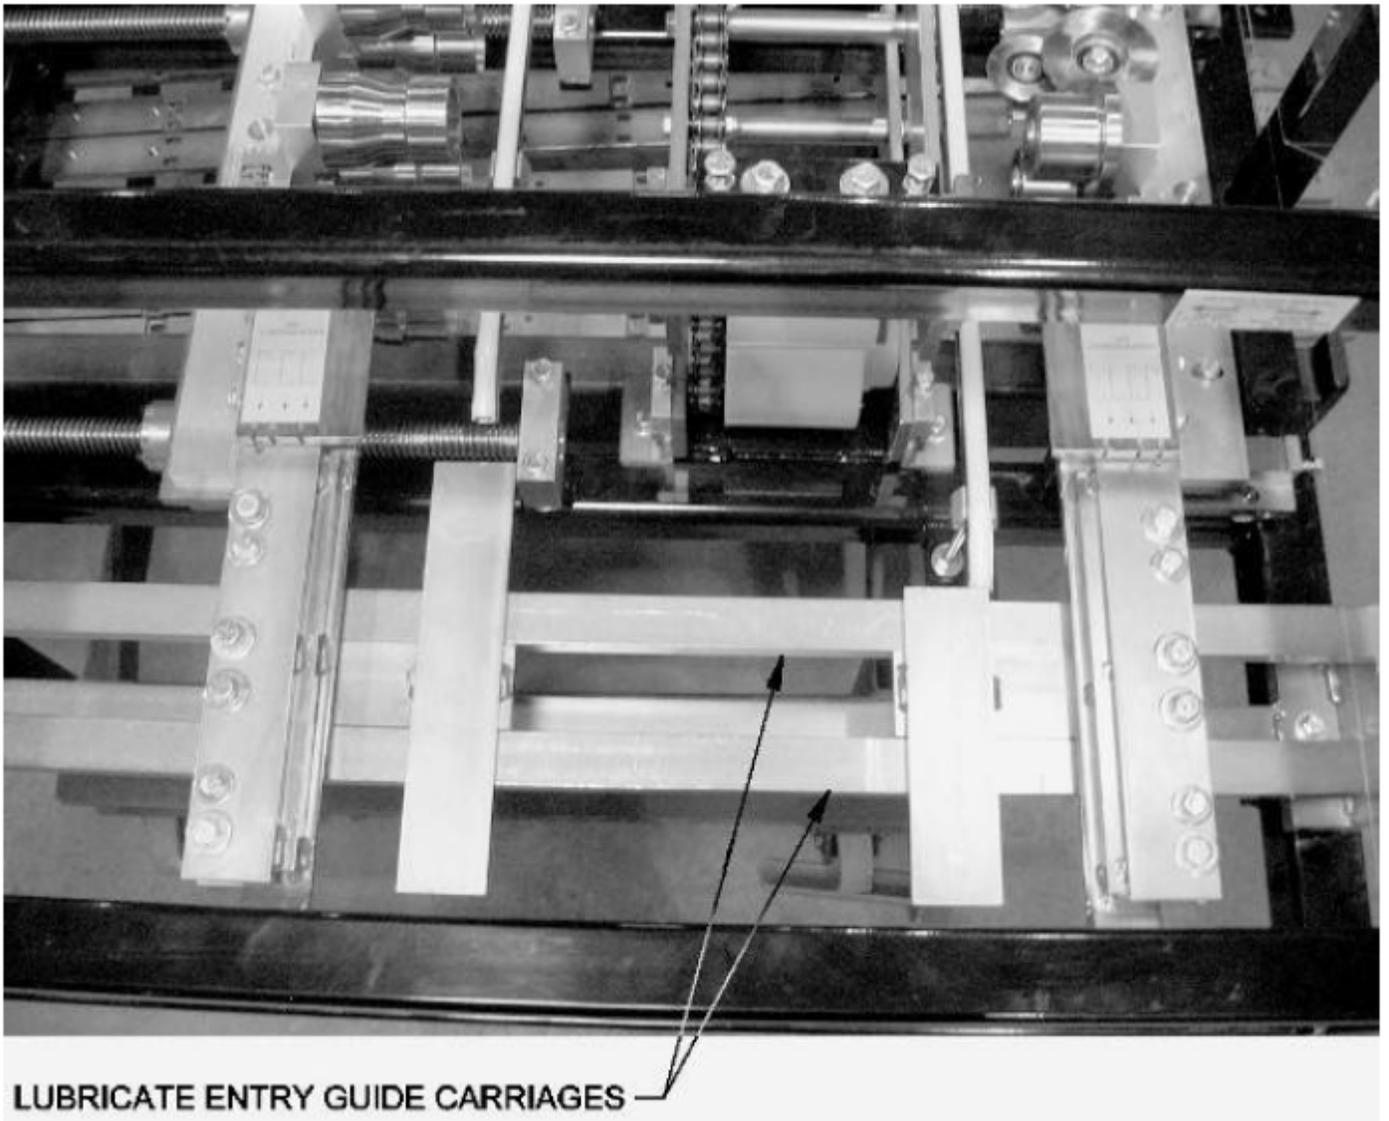

Ilustración 3: Guía de entrada.
8. Mantenga el carro de guía de entrada (Ilustración 3) limpio y lubricado con lubricante en aerosol a como lo estime necesario.